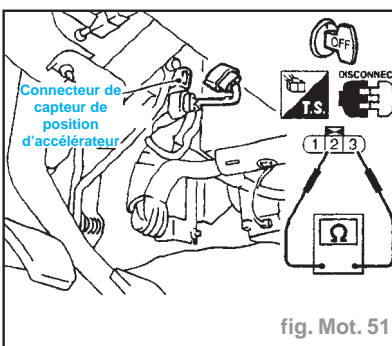

fig. Mot. 51
- S'assurer que la résistance entre les bornes (2) et (3) change quand on enfonce la pédale d'accélérateur (fig. Mot. 51).